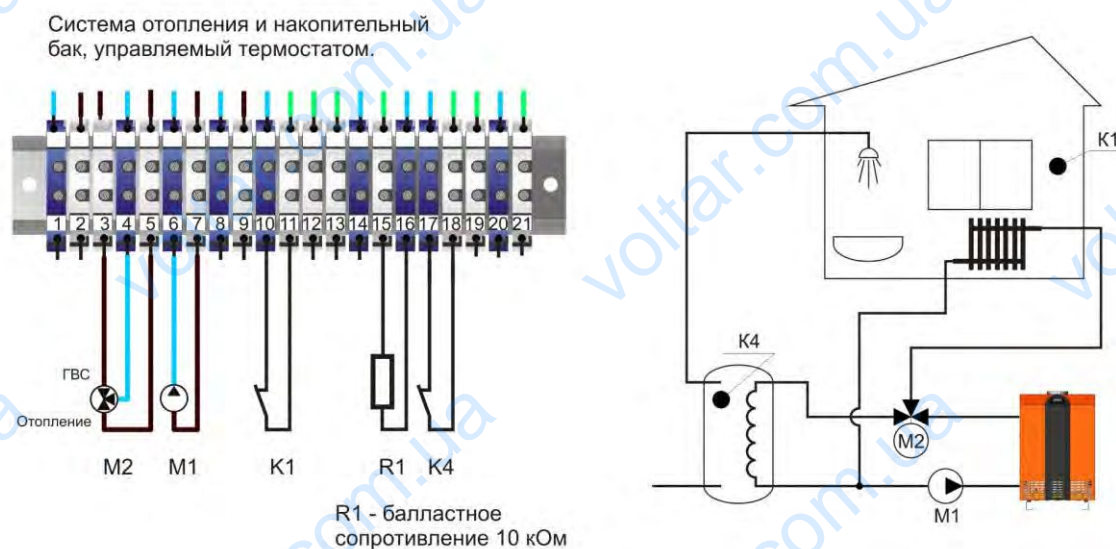

Рис. 8. Схема подключения бойлера косвенного нагрева
- произвести подключение 3x ходового клапана бойлера косвенного нагрева к контактам M2, как указано на схеме рис. 8